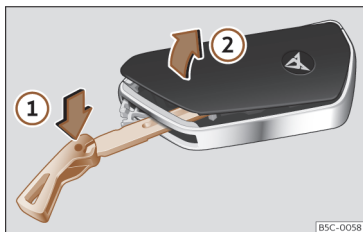

Fig. 70 Chave do veículo: abrir a tampa do compartimento da pilha.
- Introduza o palheto na ranhura >>> Fig. 70, pressione no sentido da seta ① e solte a tampa fazendo alavanca ②.